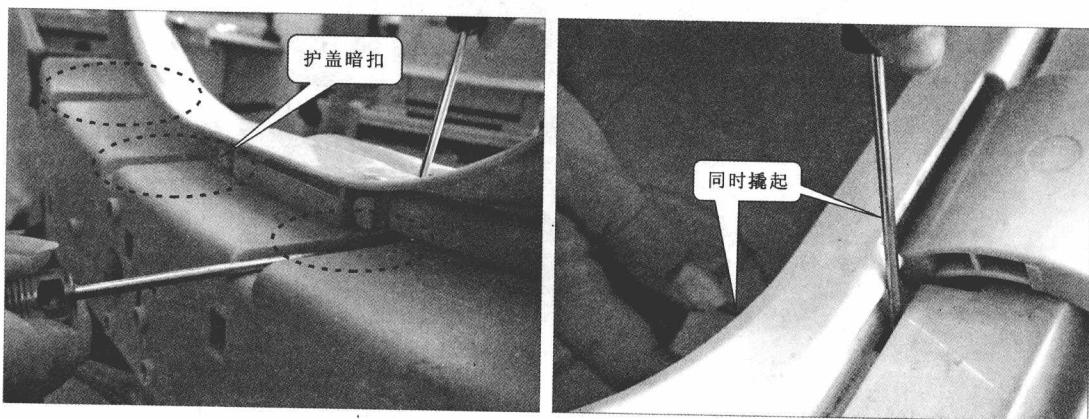

图 1-9 撬起护盖暗扣
⑦ 护盖与上盖之间有多个暗扣，撬开时，需要使用两个一字螺丝刀同时撬起，如图 1-9 所示。